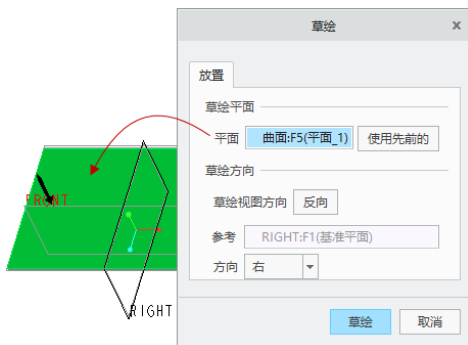

图 2-49 指定草绘平面
(1) 在“快速访问”工具栏中单击 （打开）按钮，系统弹出“文件打开”对话框，选择本书配套的 bj_2_4.prt 文件，接着在“文件打开”对话框中单击“打开”按钮。
(2) 在功能区“模型”选项卡的“工程”组中单击“成型”下的 （下三角箭头）按钮，接着单击 （草绘成型）按钮，打开“草绘成型”选项卡，并在“草绘成型”选项卡中单击 （创建冲孔）按钮。
(3) 在“草绘成型”选项卡中打开“放置”面板，接着在该面板中单击“定义”按钮，系统弹出“草绘”对话框，选择图 2-49 所示的钣金曲面作为草绘平面，默认以 RIGHT 基准平面作为草绘方向参考，确保从“方向”下拉列表框中选择“右”选项，然后单击“草绘”对话框中的“草绘”按钮，进入内部草绘器。